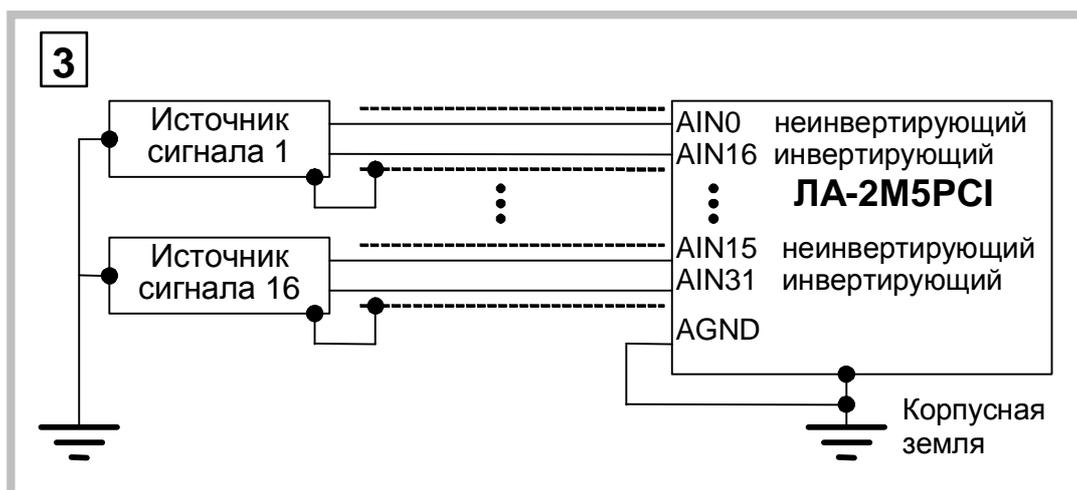

Рис. 7. 12
7.2.2.8.5. Четвёртый вариант включения (Рис. 7. 9) используется для удалённых однополюсных источников, не имеющих связи с корпусной землёй. При этом используются преимущество дифференциального включения платы - эффективное подавление синфазных помех.